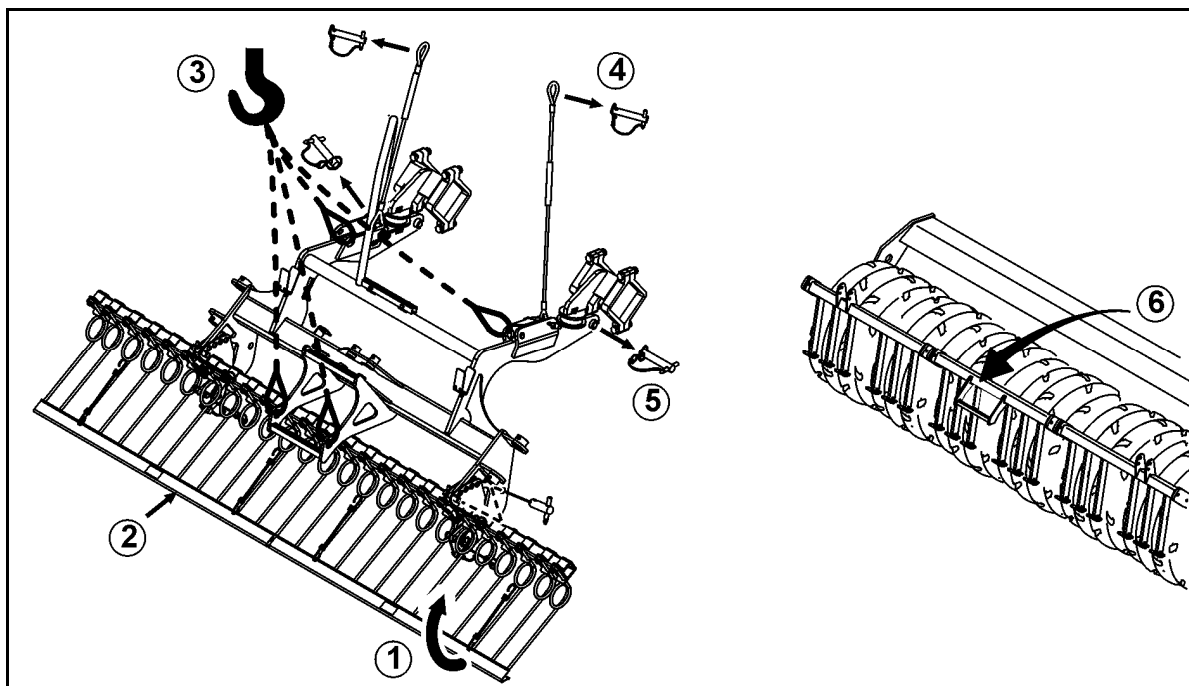

Fig. 34
1. Striegeleinheiten anheben, mit Bolzen in Bohrung abstecken und mit Klapstecker sichern (Fig. 34/1).
2. Verkehrssicherungsleisten montieren (Fig. 34/2).
3. Heckriegel über die vier Anschlagpunkte in einen Hebekran hängen (Fig. 34/3).
4. Drahtseile maschinenseitig lösen (Fig. 34/4).
5. Beide Bolzen des Heckriegels ziehen (Fig. 34/5).
7. Abstreiferrahmen mit Tritt montieren (Fig. 34/6).